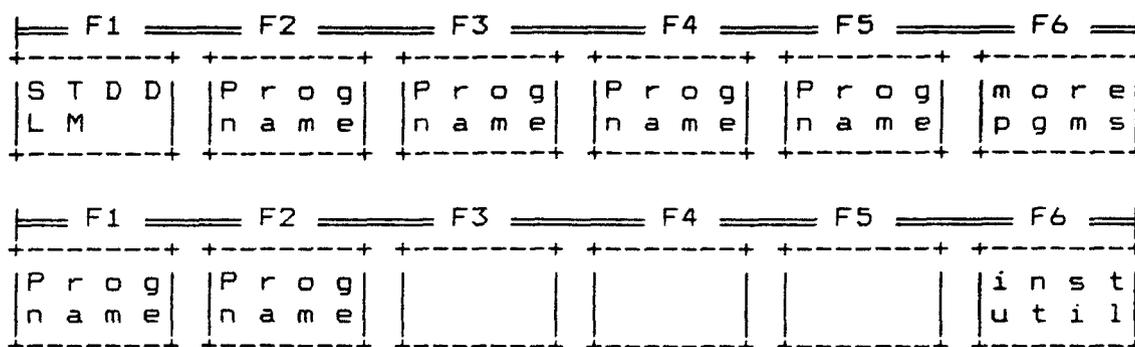

Figura 2-7. Display de las Ventanas de Teclas de Programa, Opciones de los Programas.
Si uno o más programas han sido previamente creados y salvados para éste instrumento, los nombres de los programas (hasta cinco) se muestran en las ventanas de teclas de programa. Si más de cinco programas se han creado previamente y salvados, en la ventana de la posición 6 (ventana del lado extremo derecho) se lee [more pgms] ([más páginas]). Si hay disponibles cinco o menos programas, en la opción de la ventana de tecla de programa seis (6) se lee [inst util] ([utilidad de instrumento]). Esta opción está siempre localizada en la sexta ventana de las teclas de programa de la pantalla, mostrando el último grupo de nombres de programas. Al presionar la tecla de programa [F6] cuando se muestra [more pgms] en la ventana, el siguiente grupo de nombres de programa se muestra en las ventanas de teclas de programa. La Figura 2-7 muestra un ejemplo de la distribución de las ventanas de teclas de programa cuando hay disponibles más de cinco programas para el operador.
El número de programas salvados no está limitado. Cuando están almacenados más de 10 programas para un determinado instrumento, grupos de teclas adicionales se muestran usando la misma distribución de ventana de teclas de programa, como se muestra en la Figura 2-7.